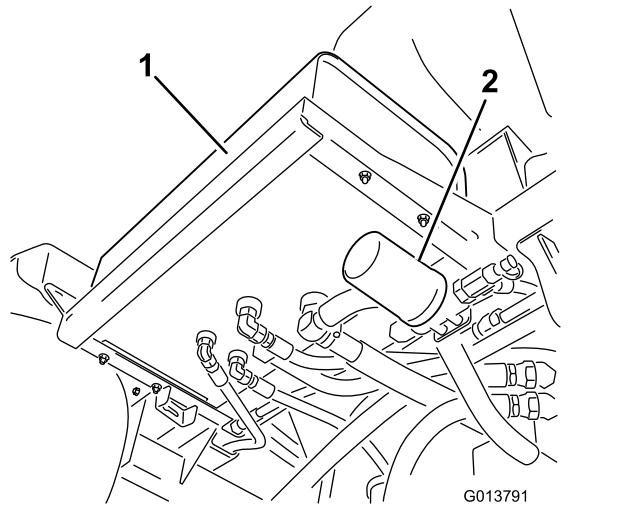
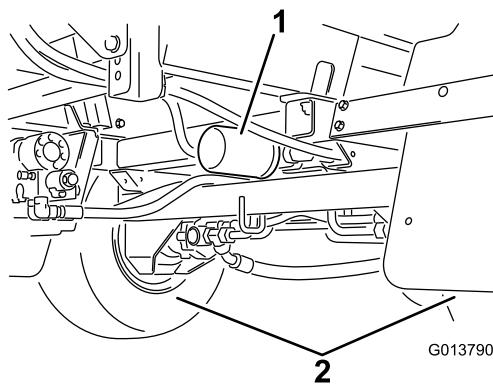

Figura 142
Figura 143
2. Localice los dos filtros hidráulicos en la máquina (Figura 142 y Figura 143).